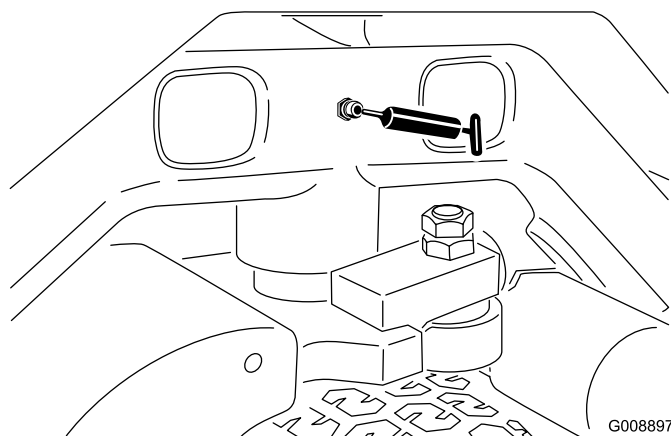

Figura 42
- Perno dello sterzo (Figura 42)